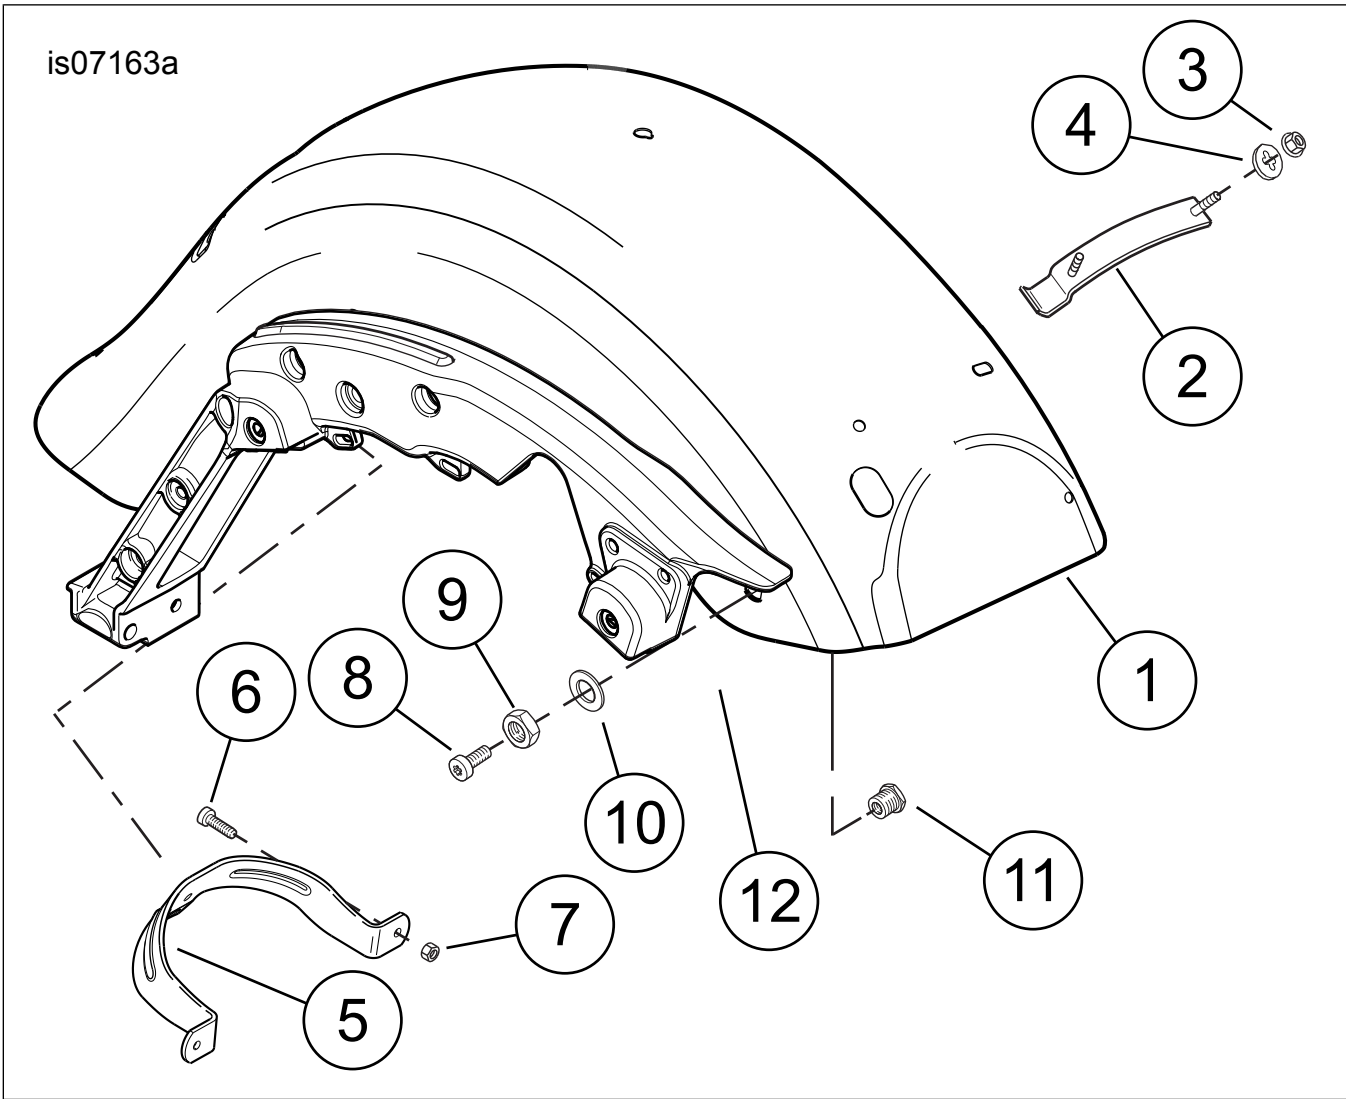

Figura 3. Diagrama de cableado, arnés de audio 69200321
3. Si actualmente hay un arnés conectado al conector hembra de seis vías del arnés de interconexión del vehículo [6B] y al receptáculo de 35 vías [28A] en la parte trasera de la radio, desconecte y extraiga ese arnés del vehículo. Vea Figura 3 y Tabla 1 Tabla 1, artículo 1. Conecte el conector macho negro de seis vías del arnés de audio [6A] (etiquetado "CONNECTOR 6") del arnés de audio **nuevo** dentro del conector hembra del arnés de interconexión del vehículo [6B].
- 10,2 cm (4 in) de largo, etiquetado "AMP (149)", con un conector hembra Molex de 16 vías [149B] (artículo 8) para el amplificador delantero.
4. Vea Figura 3 y Tabla 1 Tabla 1. Conecte el conector de dos vías [35FB] (2) dentro del altavoz del fuselaje izquierdo. Conecte el conector de dos vías [35TB] (4) dentro del tweeter izquierdo.
5. Conecte el conector hembra Molex de 16 vías [149B] (8) dentro del amplificador delantero.